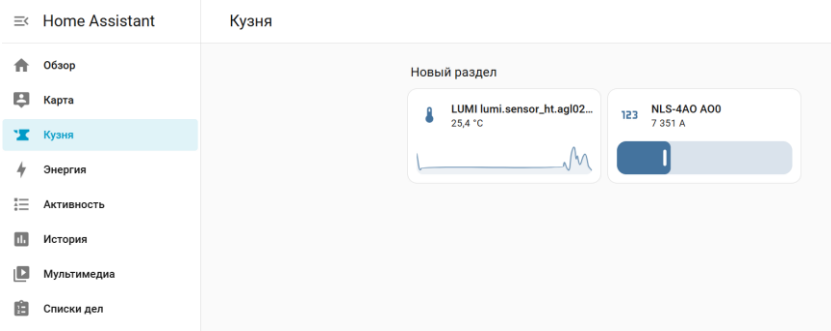

Рис. 5.7. Окно выбора добавляемого объекта и вида плитки отображения
9. Нажмём снова кнопку «плюс» внутри раздела «Новый раздел» (рис. 5.7).